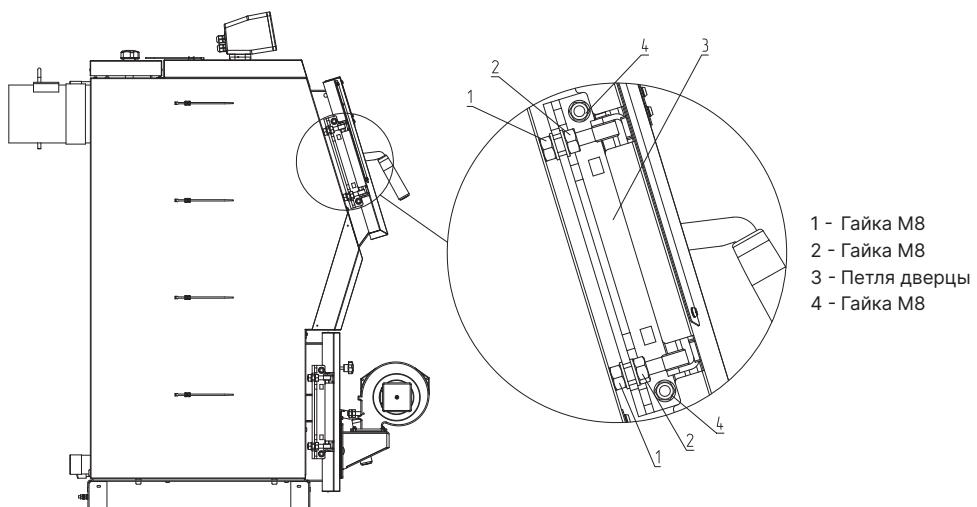

Рис.14 Регулировки петли дверцы загрузочной
- Ослабить гайки (**Рис.14, поз.1**);
- Вращая гайки (**Рис.14, поз.2**) установить необходимое прилегание к арке двери;
- После установки необходимого прилегания к арке двери, затянуть гайки (**Рис.14, поз.1**).
- После установки горизонтального положения двери или наклон относительно горизонта, затянуть гайки (**Рис.14, поз.1**).
- Ослабить гайки (**Рис.14, поз.4**);
- Установить нужную высоту двери перемещая петлю двери вверх или вниз (**Рис.14, поз.3**).
- После установки высоты двери, затянуть гайки (**Рис.14, поз.4**).